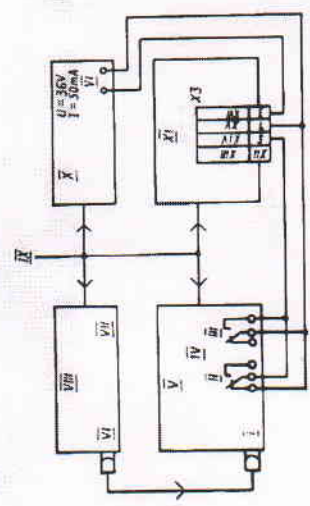

Рис. 12. Схема подключения приборов при проверке погрешности секундомеров при работе от сети:
11.6.4. Определение погрешности измерения интервалов времени. К секундомеру следует подключить приборы, перечисленные в п. 11.2 в соответствии со схемой рис. 12.